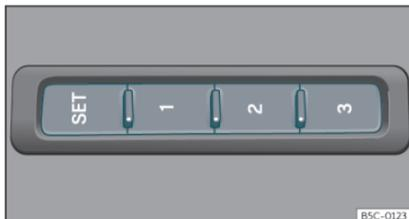

Fig. 106 Sul lato esterno del sedile del conducente: tasti di memoria.
- Premere il tasto **SET** per più di 1 secondo >>> **fig. 106**.
- Tenere premuto il tasto **SET**»» **fig. 106**.